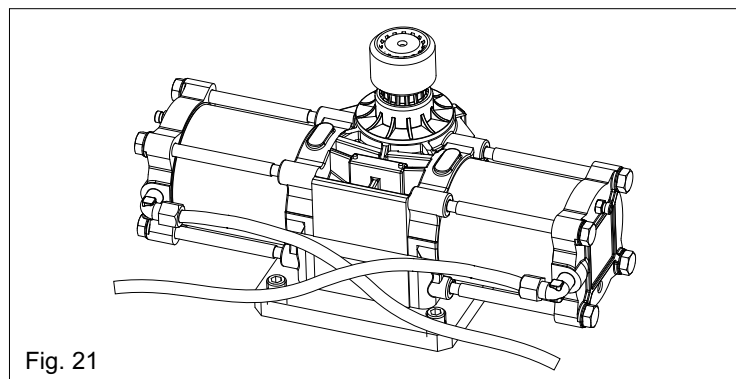
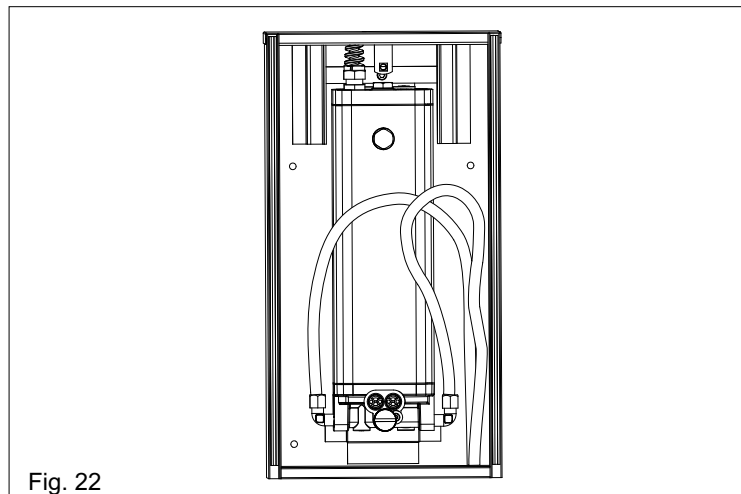
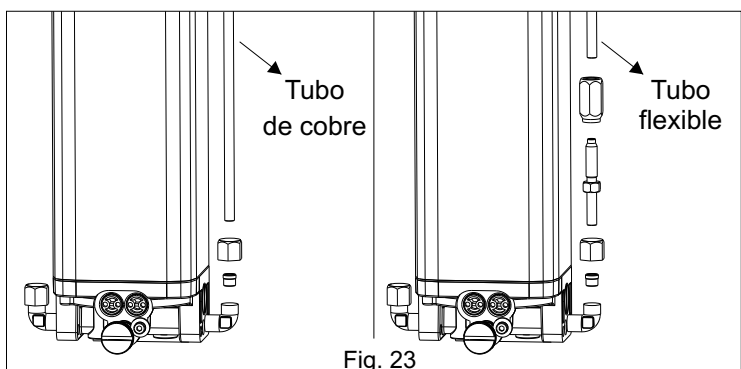

Fig. 21
Fig. 22
Fig. 23
5.1. Ejecutar los enlaces de los tubos oleodinámicos a la central y al martinete, Fig.21, Fig.22, Fig.23.
**12.1.** Ejecutar los enlaces de los tubos oleodinámicos a la central y al martinete, Fig.21, Fig.22, Fig.23.